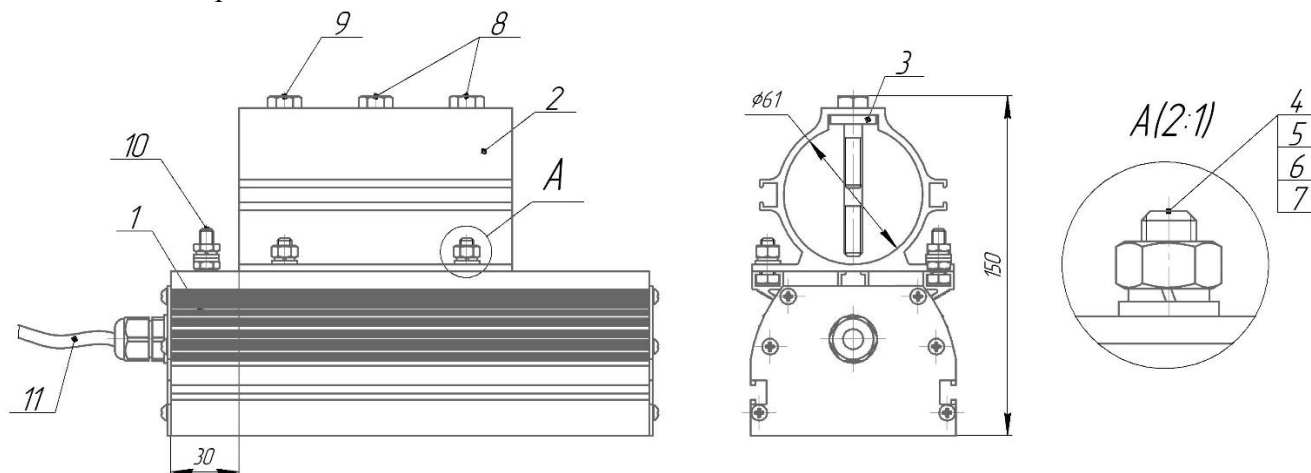

Рисунок 3 - Установка крепления на консоль
2.2.2.1 Установите профиль (рисунок 3 поз. 2) на корпус светильника (рисунок 3 поз. 1) при помощи болтов М6х16 (рисунок 3 поз. 4), шайб 6 (рисунок 3 поз. 5), шайб пружинных (рисунок 3 поз. 6), гаек М6 (рисунок 3 поз. 7) на расстоянии 30 мм от края алюминиевой части корпуса со стороны болта заземления. Гайки М6 (рисунок 3 поз. 7) затянуть с моментом 6 Н*м.
2.2.2.2 Установите болты М8х35 (рисунок 3 поз. 8) и упорный болт М8х65 (рисунок 3 поз. 9) в профиль (рисунок 3 поз. 2) при помощи пластины с резьбовыми отверстиями (рисунок 3 поз.3).
2.2.2.3 Затяните упорный болт (рисунок 3 поз. 9).
2.2.2.4 Установите светильник на консоль до упора в болт (рисунок 3 поз.9).
2.2.2.5 Затяните два болта фиксирующие светильник (рисунок 3 поз.8) с моментом 15 Н*м.